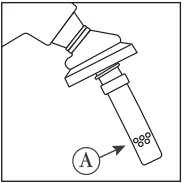

Figure 15
- Le point du tuyau échoue à bas niveau. L'adaptateur A/L peut recouvrir le port d'arrêt automatique de la lance. (Voir item A, Fig. 15)